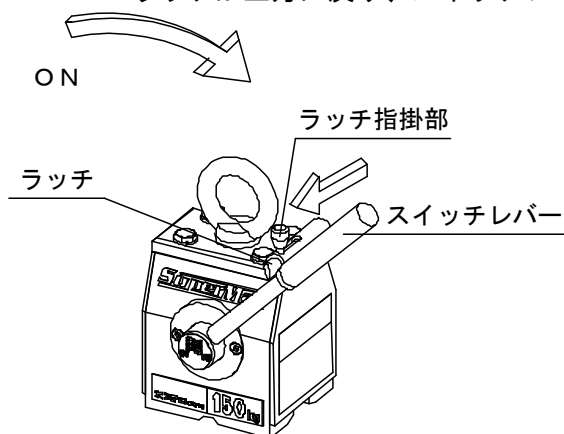

図10-1 KRL7, KRL15, KRM7, KRM12
⑤スイッチレバーのON
⑤-1 KRL7, KRL15, KRM7, KRM12 図10-1参照